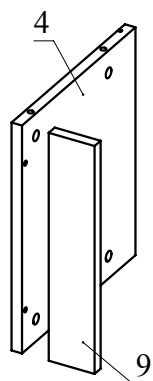

Рис.4
4. Соедините при помощи конфирматов детали 4 и 9 (Рис. 4).